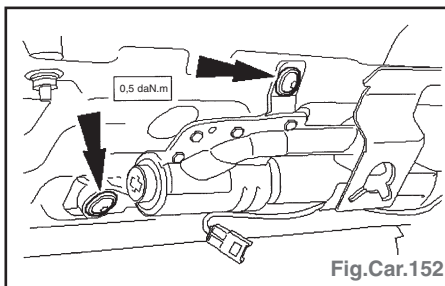

Fig.Car.152
- Déposer les vis de fixation arrière de module airbag rideau latéral (Fig. Car.152).